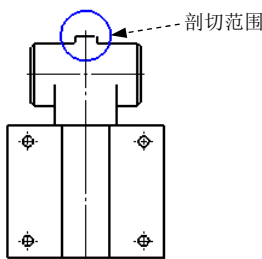

图 6.13.6 绘制剖切范围
Step1. 定义剖切范围。在左视图中绘制图 6.13.6 所示的圆作为剖切范围并将其选中。